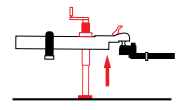

Figura 35
9. Levante el acoplador del remolque por encima de la bola de enganche. (Figura 35)